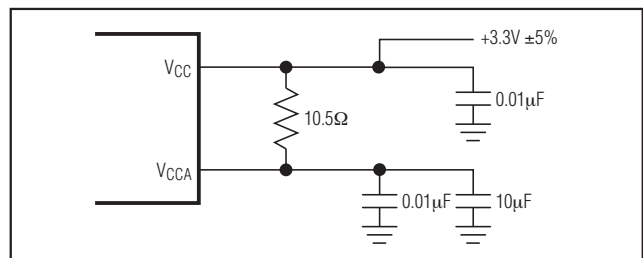

图1. 模拟电源滤波
**Note 1:** A series resistor of up to  $10.5\Omega$  is allowed between  $V_{CC}$  and  $V_{CCA}$  for filtering supply noise when system power-supply tolerance is  $V_{CC} = 3.3V \pm 5\%$ . See Figure 1.
**Note 6:** Measured using setup shown in Figure 1.
MAX3625B为混合模拟/数字IC。PLL所包含的模拟电路对于随机噪声非常敏感。除了芯片本身优异的电源噪声抑制特性外，MAX3625B为VCO电路提供独立的电源引脚VCCA。图1给出了VCCA电源滤波的推荐网络。采用这一设计的目的在于为VCO电路提供低噪声电源，改善整体的电源噪声抑制能力。该网络要求采用+3.3V ±5%的电源供电，为获得最佳性能，所有电源引脚应采用去耦电容。